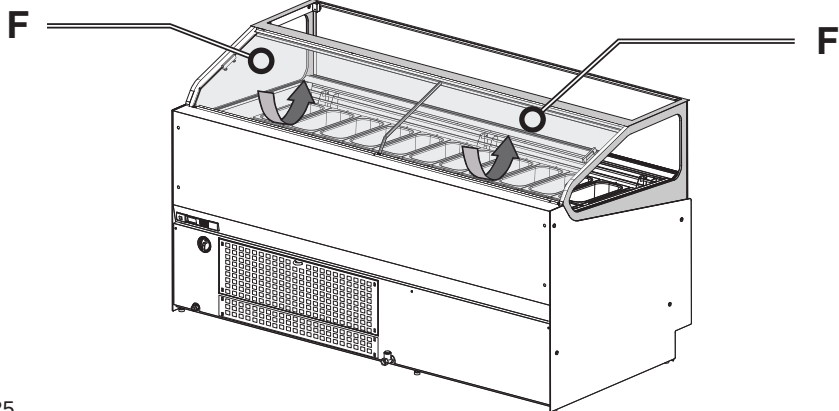

Fig.25
- Pase los cursores (Fig. 25 Pos. F) si están previstos. El deslizante debe ser colocado en la parte inferior izquierda, la esquina superior derecha.